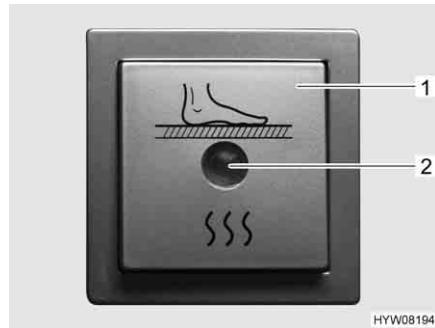

Fig. 86 Interruttore per riscaldamento elettrico del pavimento
- Premere l'interruttore a bilico (Fig. 86,1). La spia di controllo nell'interruttore (Fig. 86,2) si accende.
- Premere l'interruttore a bilico (Fig. 86,1). La spia di controllo (Fig. 86,2) nell'interruttore si spegne.